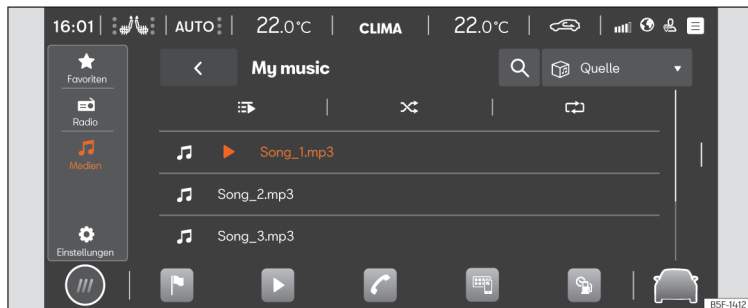

Abb. 169 Schematische Darstellung: Ansicht Medien.
- Drücken Sie **HOME** > ► > >>> (Abb. 169).